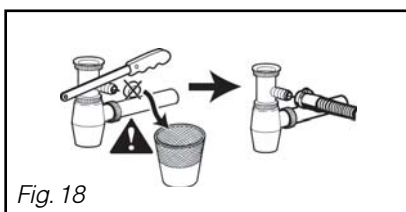

Fig. 18
- Sur un siphon d'évier (Fig. 18).
Lors d'un raccordement sur un siphon, vous devez retirer l'obturateur du siphon. Emmanchez ensuite l'embout caoutchouc à fond. Si nécessaire, ajoutez un collier de serrage (Fig. 18).